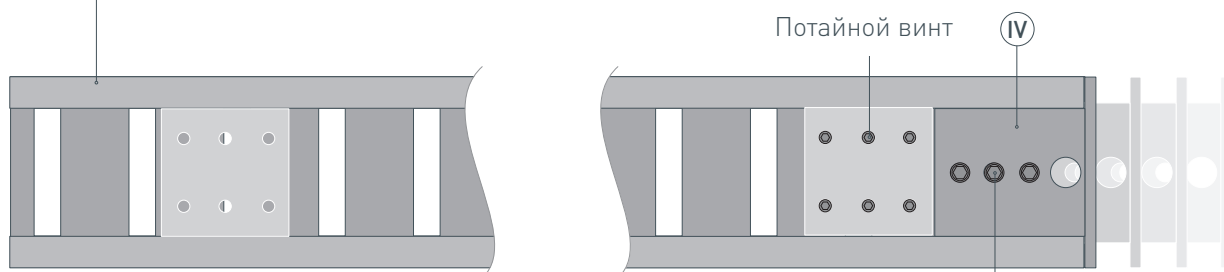

Рис. 2. Установка заглушки (IV) на профиль (I). Вид сверху
- 1** / Перед началом монтажа временно вытащите эластичную ленту-вставку (V) из профиля (I). Установите на профиль (I) фиксирующие крепления (VI) на одинаковом расстоянии друг от друга, как показано на рис. 1. Установите на один из концов профиля (I) заглушку (IV) и при помощи шестигранного ключа зафиксируйте ее винтами из комплекта заглушек (IV), как показано на рис. 2. Затяните потайными винтами фиксирующее крепление (VI), расположенное на краю профиля (I) с установленной заглушкой (IV).